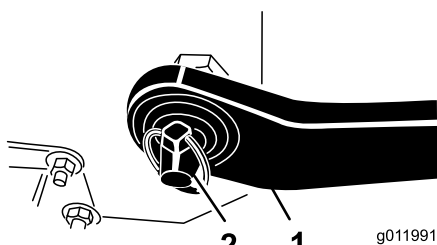

Figura 3
4. Insira os braços de articulação inferiores direito e esquerdo nos pinos de engate (Figura 3).
5. Prenda os braços de articulação inferiores aos pinos de engate com pinos de sujeição (Figura 3).